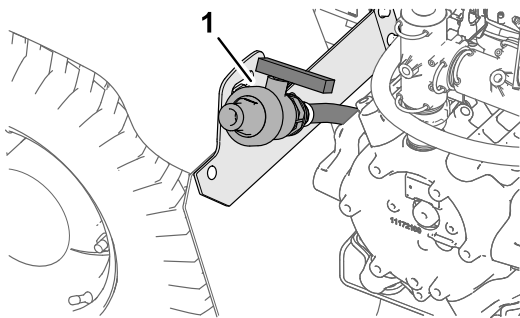

Figura 52
2. Localize a válvula de escoamento do depósito no guarda-lamas traseiro esquerdo da máquina (Figura 52).